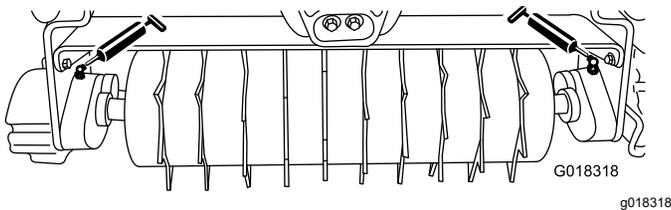

Figura 7
Lubrique los 2 engrasadores (Figura 7) de cada aireador cada 15 horas de uso, usando grasa de litio n.º 2. Para obtener los mejores resultados, utilice una pistola de engrasar manual.
2. Limpie cada engrasador (Figura 7) con un trapo limpio.